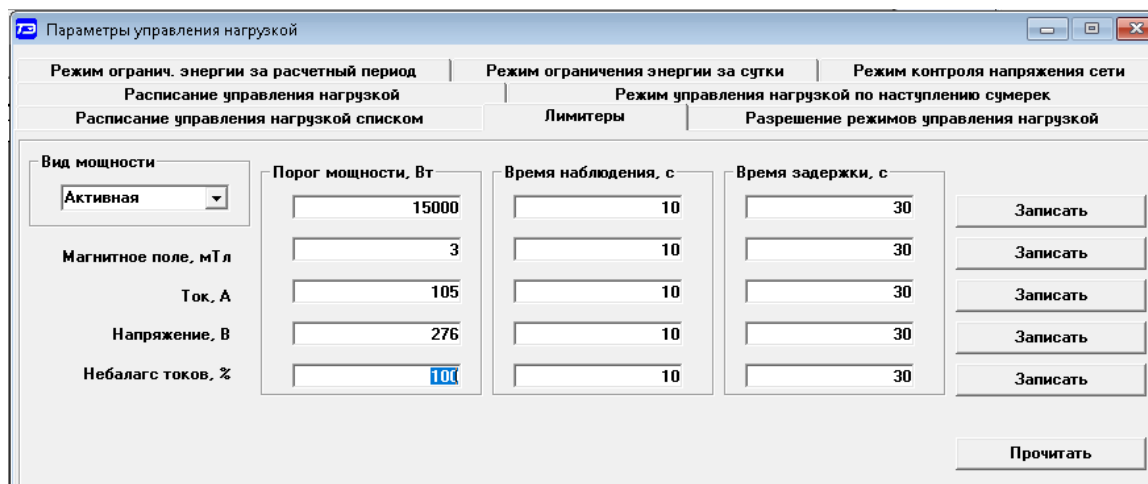

Рисунок 43 – Вкладка «Лимитеры»
4.19.9.8 Для конфигурирования лимитеров, в окна вкладки «Лимитеры» (рисунок 43) ввести требуемый параметр и нажать кнопку «Записать», расположенную справа от строки параметра.
4.19.9.9 Для чтения лимитеров нажать кнопку «Прочитать», расположенную на поле вкладки (рисунок 43).